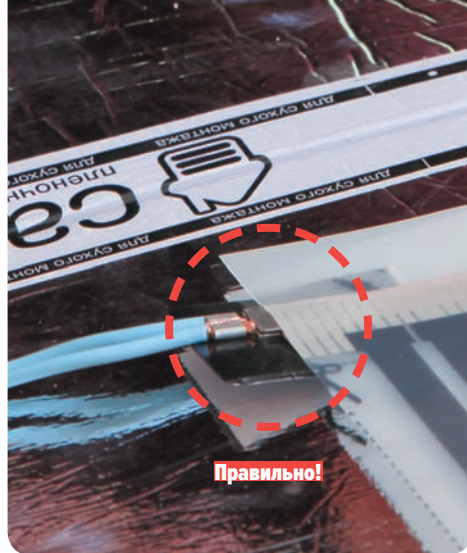

Рис. 17. Пример правильной установки нижнего листа изоляции контактных зажимов
16. Заизолируйте все места подключения проводов к термопленке (рис. 17–20). Для этого в комплект каждой полосы термопленки входит 5 отрезков изоляции. На рис. 5 эти места отмечены значком .